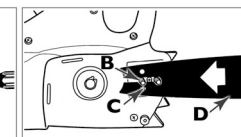

Fig. 3B
3. Sitúe el extremo con ranuras de la barra de guía en los tornillos, de modo que la espiga (B) se introduzca en el orificio inferior (C) de la barra de guía (D). (Ver Fig. 3B)